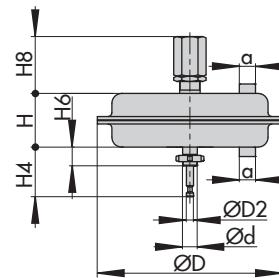

Bild 20: Typ 3271 mit Hubbegrenzung
¹⁾ beidseitige Hubbegrenzung vgl. Bild 20²⁾ Antriebsfläche 120 und 175v2 cm² mit Anschluss für Mikroventil Typ 3510 mit Gewinde M20 x 1,5³⁾ Höhe der Ringschraube nach DIN 580. Höhe des Anschlagwirbels kann abweichen
1) beidseitige Hubbegrenzung vgl. Bild 20